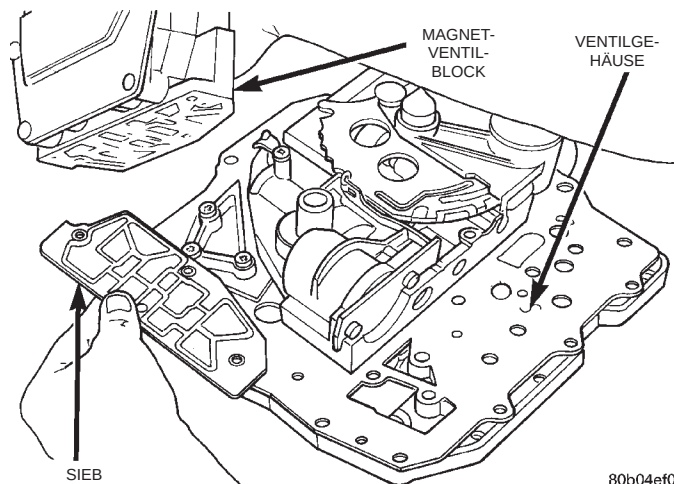

Abb. 34 Magnetventil und Sieb ausbauen
- (4) Magnetventile und Sieb vom Ventilgehäuse abbauen (Abb. 34).